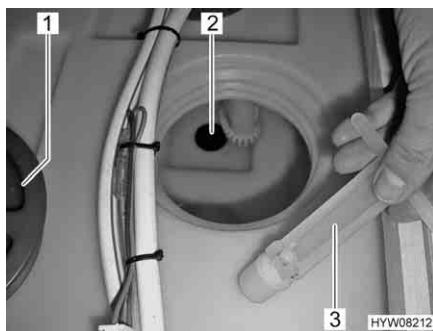

Fig. 99 Serbatoio dell'acqua
- Svitare il coperchio (Fig. 99,1) del serbatoio dell'acqua.
- Estrarre il tappo di chiusura (Fig. 99,3) dall'apertura di scarico (Fig. 99,2). L'acqua fuoriesce.